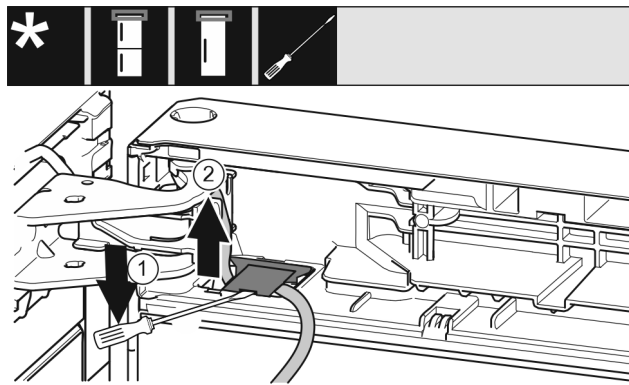

Fig. 21
- ▶ Con il cacciavite a testa a intaglio sollevare la copertura ed estrarla. Fig. 21 (1)
- ▶ Estrarre il cavo. Fig. 21 (2)